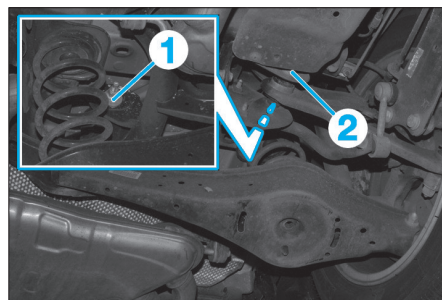

Fig. 3
- Desserrer l'écrou (1) de l'assemblage vissé du bras transversal supérieur sur le berceau (Fig.3).
- Régler le carrossage en tournant la vis à excentrique (2) à l'aide d'une douille appropriée.